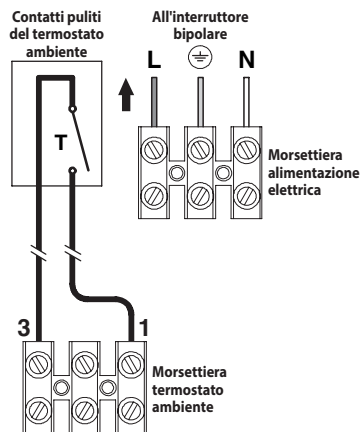

Figura 4.12
- Collegare il cavo di alimentazione elettrica proveniente dall'interruttore onnipolare alla morsettiera di alimentazione elettrica della caldaia (Figura 4.12) rispettando la corrispondenza della linea (filo marrone) e del neutro (filo azzurro).
Per il collegamento di un termostato ambiente o di valvole di zona servirsi della morsetteria termostato ambiente della caldaia Figura 4.12. I conduttori elettrici del termostato ambiente o dei contatti del micro della valvola di zona vanno inseriti tra i morsetti "1 e 3" come in Figura 4.12. **Il ponticello elettrico presente tra "1 e 3" va tolto.**